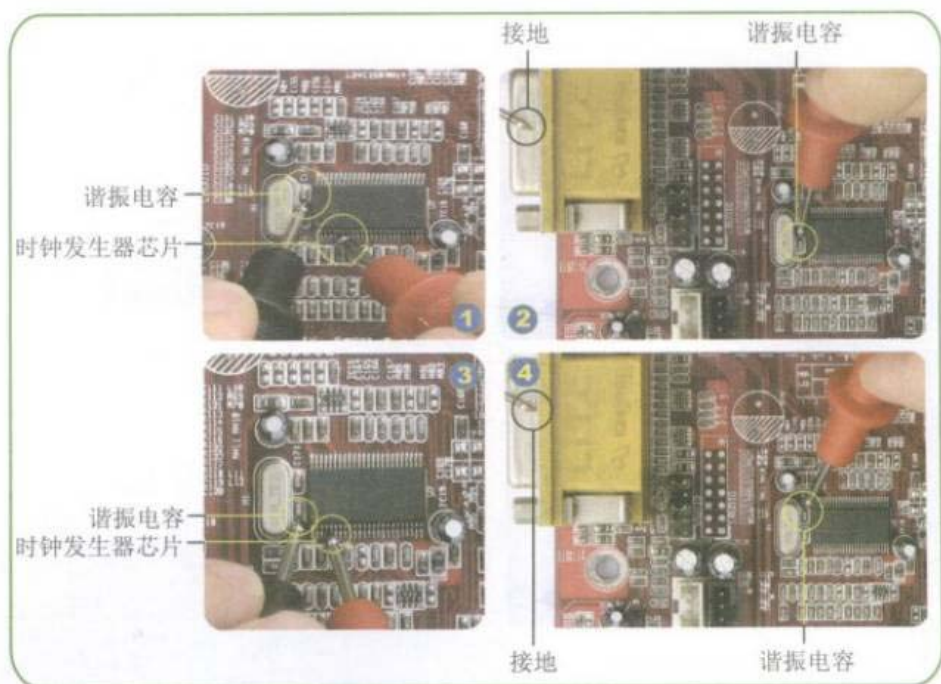

图9-14 测量晶振连接的谐振电容
**Step 02** 测量晶振连接的谐振电容，及谐振电容接地的线路，如图9-14所示。